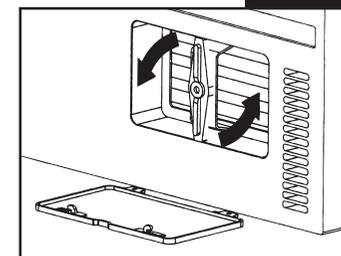

Fig. 9
- Tourner le levier de 90° de manière à débloquer le condensateur. (Fig. 9)